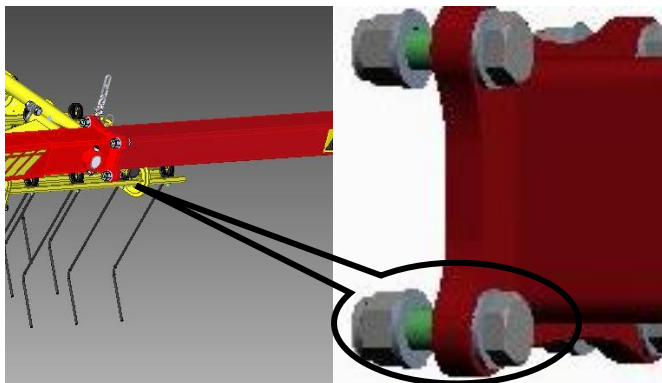

Abbildung 3
- Montieren Sie den Flanschrahmen mit den Sechskantschrauben M16x55 und den M16 Muttern und jeweils eine Scheibe M16 an den bestehenden Rahmen (Abbildung 3).